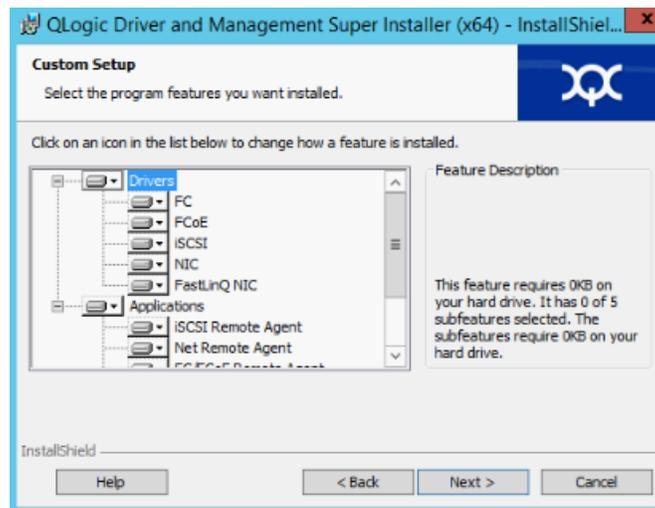

Abbildung 3-5. InstallShield Wizard: Fenster „Custom Setup“ (Benutzerdefinierter Setup)
6. Wenn Sie in Schritt 5 **Custom** (Benutzerdefiniert) ausgewählt haben, schließen Sie das Fenster „Custom Setup“ (Benutzerdefinierter Setup) (Abbildung 3-5) wie folgt aus: